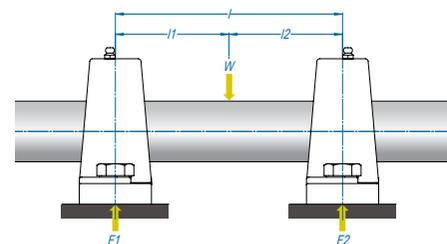
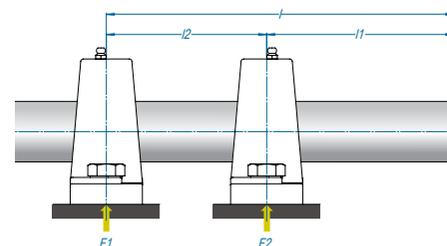

figura 29
figura 30
As figuras abaixo mostram a carga (W) sendo aplicada no eixo entre dois rolamentos (figura 29) e externamente (em balanço) aos rolamentos (figura 30).